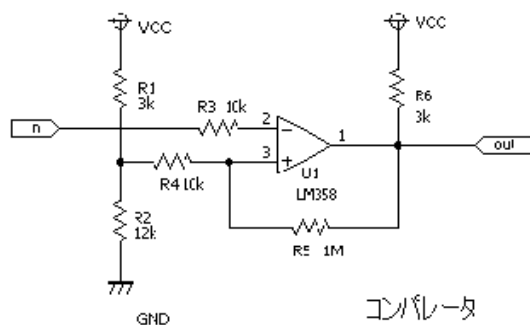

図3 コンパレータ回路
(3) 製作手順
- ① センサーとコンパレータ回路について調べる
- ② 図3を基にブレッドボードに確認用の回路を製作
- ③ 作成した回路が正しい動作をするか確認する
- ④ EAGLE を使い基板を製作し半田付けをする
- ⑤ 製作した基板が正しい動作をするか確認する
- ⑥ ラジコンカーの基板に組み込む
- ⑦ ラジコンカーが正しい動作をするか確認する
- ⑧ 完成
①の作業では、インターネットでセンサーとコンパレータ回路の仕組みについて理解した。